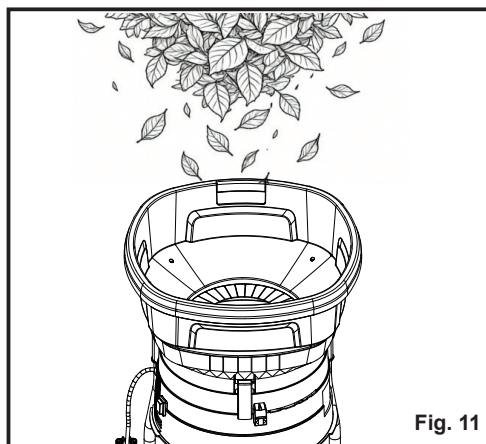

Fig. 11
- Con el dispositivo en funcionamiento, introduzca dos puñados de hojas secas o un puñado de hojas húmedas en la tolva (Fig. 11).